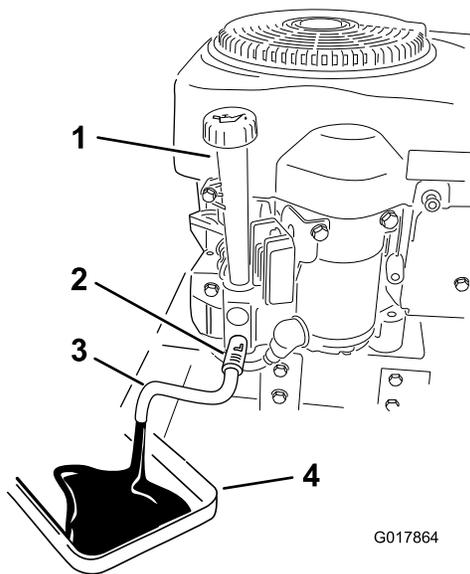

Figura 31
4. Limpie la zona alrededor de la válvula de vaciado y el bastidor de la máquina, localice la manguera de vaciado del aceite y conéctela a la válvula de vaciado (Figura 31).
6. Coloque un recipiente de vaciado debajo de la máquina, directamente debajo de la manguera de vaciado (Figura 31).
8. Retire el tapón de llenado/varilla de aceite (Figura 31).
12. Vierta lentamente el 80% aproximadamente de la cantidad especificada de aceite por el orificio de llenado (Figura 31).